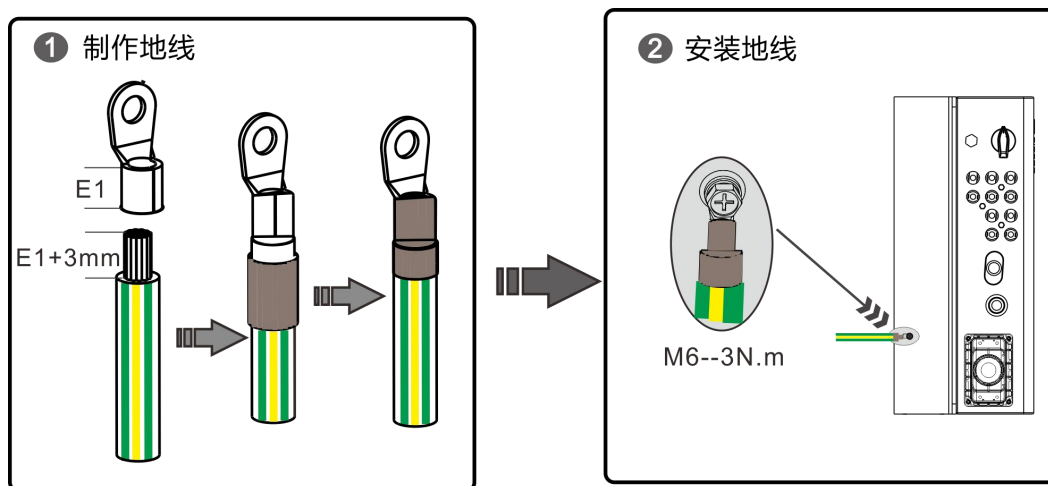

图 3-1 缆制作示意图（OT 端子）
SN-C 光伏逆变器外部电缆包含直流输入电缆、交流输出电缆、通讯线缆、保护接地线，进线分布见图 3-1，线缆说明详见表 3-1，客户需要自备线缆如表 3-2 所示。
- (1) 使用剥线钳将相应规格地线剥出一段裸铜芯，且裸铜芯长度比 OT 端子接线端长 3mm；
- (2) 使用压线钳将 OT 端子压接到裸铜芯处；
- (3) 在 OT 端子接线端套适合尺寸的热缩套管，且热缩套管（耐压值 $\geq 600V$ ）的长度一般推荐为接线端的 1.5-2 倍；
- (4) 用热风枪吹紧热缩套管，使其裹紧端子和线缆，线缆制作完成（其制作过程如图 3-1 步骤①所示）；
- (5) 将接地线 OT 端子用 M6 的螺钉紧固在接地接口处，紧固力矩 5N.m（具体参考图 3-1 步骤②）。